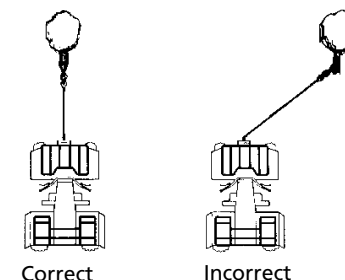

Figure 6
13. ÉVITEZ LES TREUILLAGES CONTINUS EFFECTUÉS À DES ANGLES EXTRÊMES car ils enrayeront le câble sur un côté du tambour (Fig. 6). Ceci peut coincer le câble dans le treuil et endommager le câble ou le treuil.